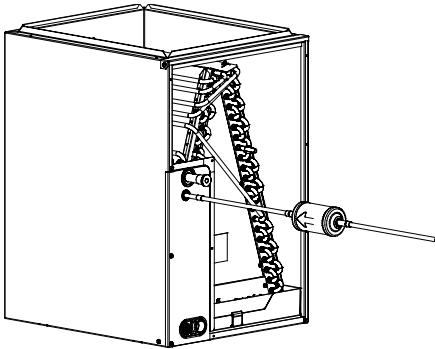

Fig. 3 – Filtro secador de la tubería de líquido
- Consulte la Fig. 3 e instale el secador de filtro de la siguiente manera: